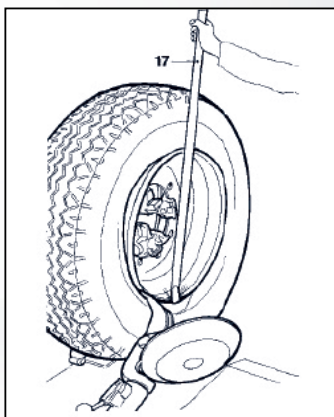

Рисунок 23
5) Вставьте рычаг (см. рис. 23) между ободом и бортиком справа от съемного рычага.